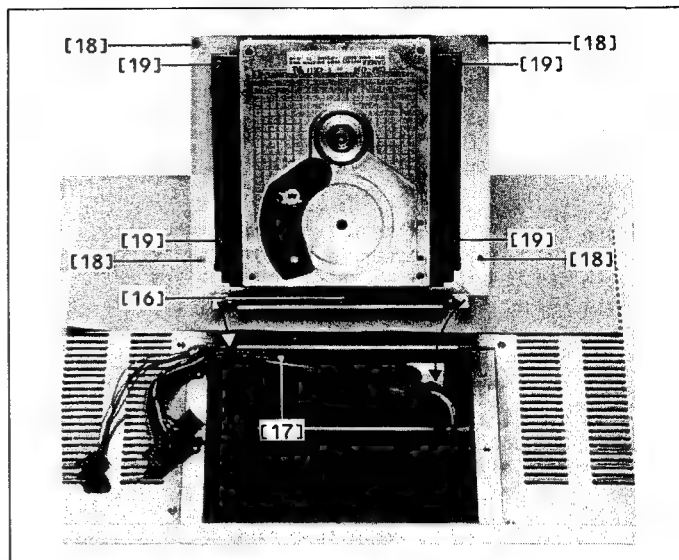

Fig. 2.6
→ fig. 2.6
- Libérer les câbles [17] (Fig. 2.6).